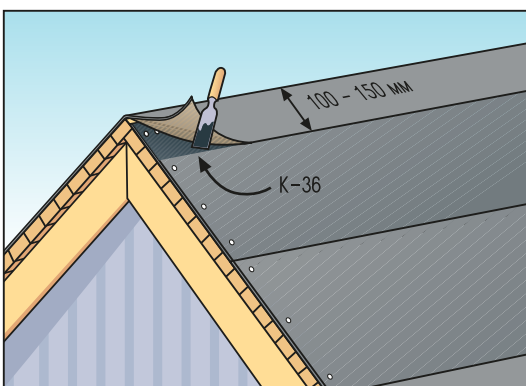

Рис. 4
- На коньке подкладочные коври, уложенные вдоль первого ската, обрезаются по коньку, и затем верхний край гвоздями фиксируется к настилу крыши. Подкладочный ковер противоположного ската перекрывает конек на 150 мм и соединяется с подкладочным ковром первого ската с помощью битумного клея К-36 (Рис. 4).